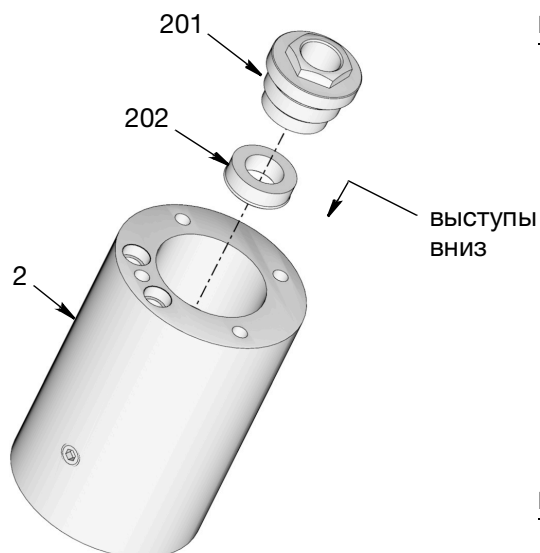

Рис. 36
1. Нанесите тонкий слой консистентной смазки на уплотнение П-образного сечения (202).
2. Используйте плоский инструмент с тупым концом для посадки уплотнения П-образного сечения (202) с обращенными вниз выступами в переходник насоса (2) (Рис. 36).
3. Накрутите шестигранную гайку (201) внутри переходника насоса (2). С помощью гаечного ключа надежно затяните гайку (Рис. 36). Затяните с усилием 18–22 футов на фунт (24–30 Н·м)